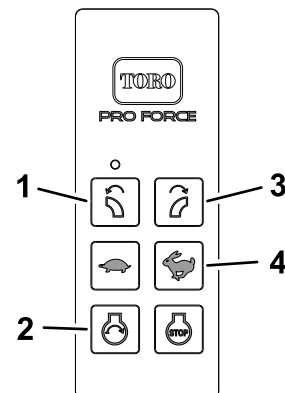

Figura 18
1. Pulse el botón ARRANQUE (Figura 18) del control remoto.